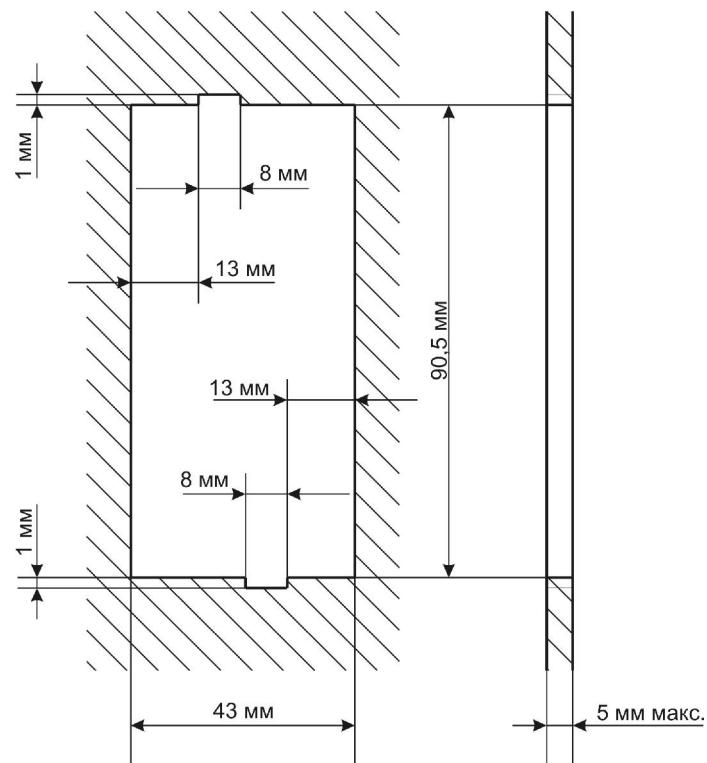
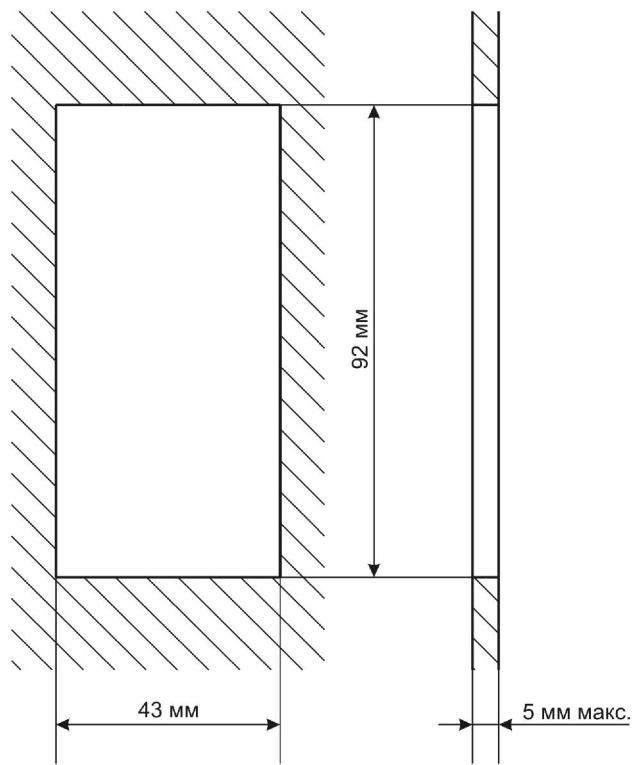
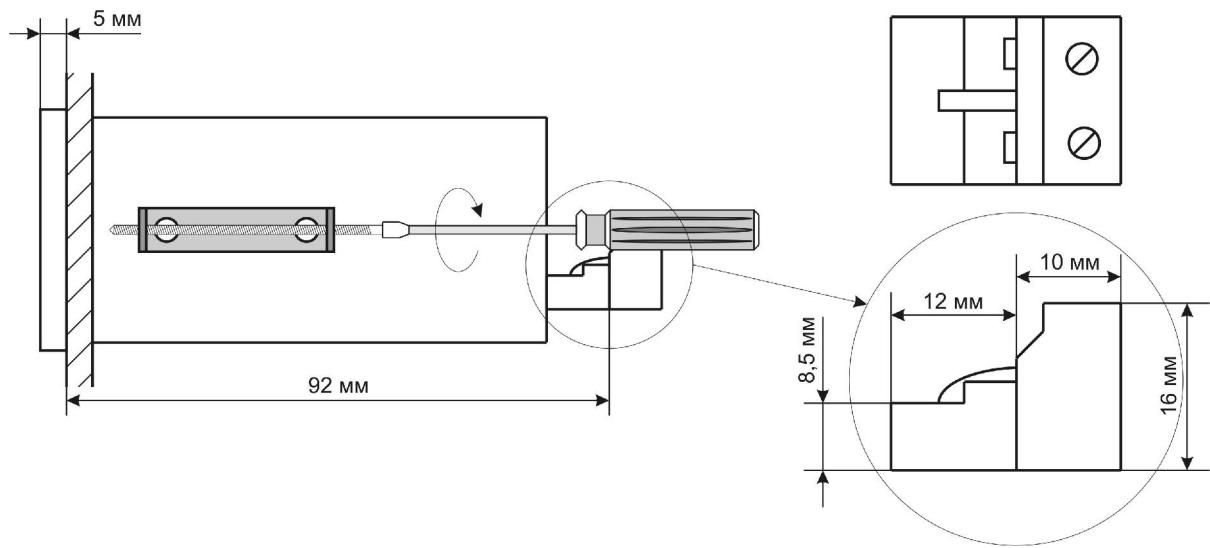
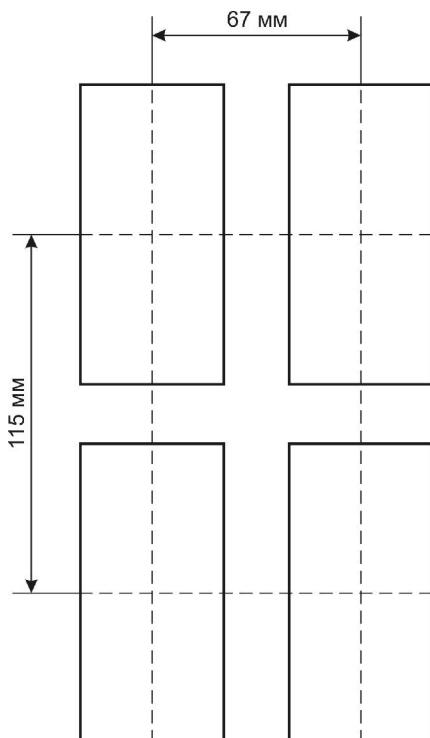

Рисунок 2.1. Рекомендованное отверстие для монтажа индикатора.
Рисунок 2.2. Допускаемое отверстие для монтажа индикатора.
Рисунок 2.3. Установка фиксирующих зажимов. Размеры клеммной колодки.
Рисунок 2.4. Минимальное расстояние между соседними индикаторами в панели.
Для установки индикатора, в лицевой панели необходимо проделать прямоугольное отверстие рекомендованного размера 43x90,5 мм. Также следует предусмотреть прорези под фиксирующие зажимы (рис. 2.1). Допустимые размеры отверстия 43x92 мм (рис. 2.2). Толщина панели, которая предназначена для установки индикатора, не должна превышать 5 мм. Установите индикатор в отверстие и зафиксируйте при помощи зажимов (рис. 2.3). При установке нескольких индикаторов в панель, расстояние между центрами должно быть не менее 67 мм по горизонтали и не менее 115 мм по вертикали (рис. 2.4).
- Прибор не имеет внутреннего предохранителя или автоматического выключателя. Поэтому следует использовать внешний предохранитель (рекомендуется биполярный, на ток 2А макс.) или автоматический выключатель. При использовании однополярного предохранителя, его следует устанавливать на фазный провод (L).
- Не зажимайте провода в клеммную колодку напрямую – используйте наконечники (рис. 2.4). Рекомендуемый момент затяжки $\sim 0,5$ Нм.